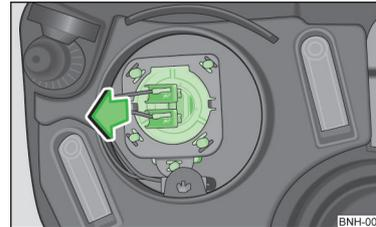

Fig. 127
- Retirez la fiche avec l'ampoule dans le sens de la flèche en effectuant des mouvements de ballotement » fig. 127.